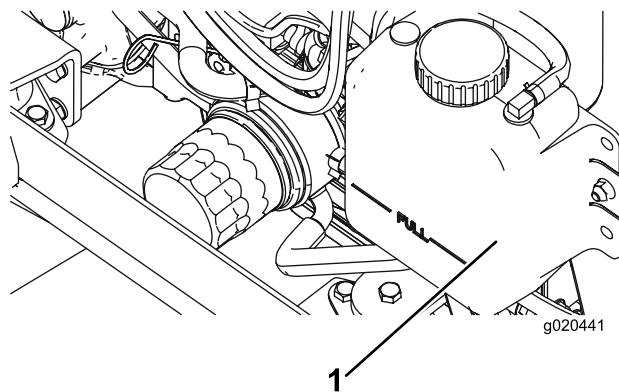

Figura 97
1. Retire cuidadosamente a tampa do radiador e a tampa do depósito de expansão (Figura 97).